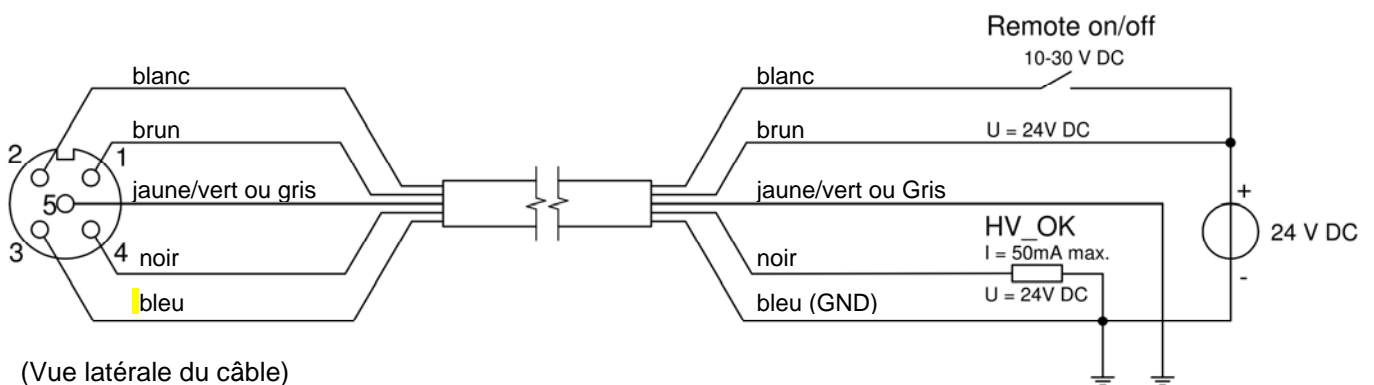

Figure 5 : brochage du Performax Easy et du Performax Easy Speed
- Réalisez le brochage en suivant la figure 5.